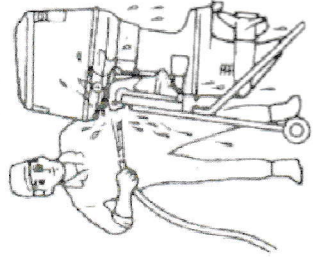

Рис. 37. Последовательность ухода (1)
При передвижении на высокой скорости нос лодки может немного приподниматься, при передвижении с обычной скоростью линия килля лодки должна быть приподнята на 3-5° (См. Рис. 37); такое ходовое положение лодки минимизирует силу сопротивления, обеспечивает максимальную скорость передвижения, наиболее низкий расход топлива и оптимальную плавность хода.
- 1) С помощью пресной воды смыть с поверхностей мотора грязь и водоросли (См. Рис. 37);